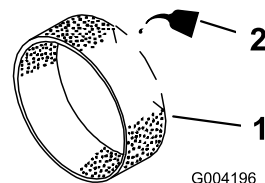

Figura 45
- Aggiungete 30–60 ml d'olio nel prefiltro (Figura 45).